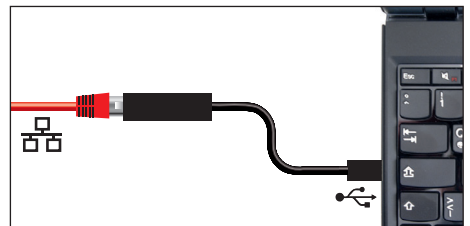

Fig. 7 Convertidor Ethernet-USB
- ▶ Convertidor Ethernet–USB (Fig. 7). Esta pieza permite conectar la conexión Ethernet del equipo (véase la página 13) con la conexión USB de un PC/ordenador portátil.